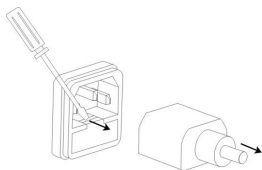

图 1
(1) 拿走电源线, 然后用小螺丝刀取走保险丝盒。如图 1: